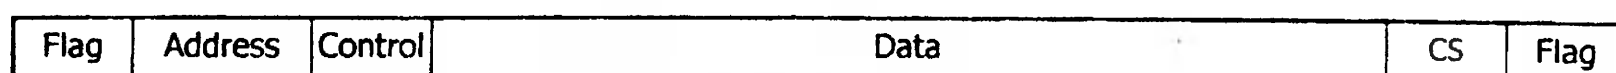

рис. 7
Коммутация пакетов — это передача сообщения отдельными порциями — пакетами. При этом, как правило, канал связи постоянно подключен ко множеству абонентов, и каждый из них выделяет из общего потока пакетов только предназначенные ему и отправляет свои пакеты в общий канал связи. Пакет — это часть сообщения (data), которая "обрамлена" заголовком и концевиком (рис. 7). Заголовок содержит адреса назначения и отправителя, концевик — контрольную сумму (CS), позволяющую определить наличие ошибок в пакете. Кроме того, пакет окаймлен флагами, разграничивающими один пакет от другого в общем потоке пакетов.